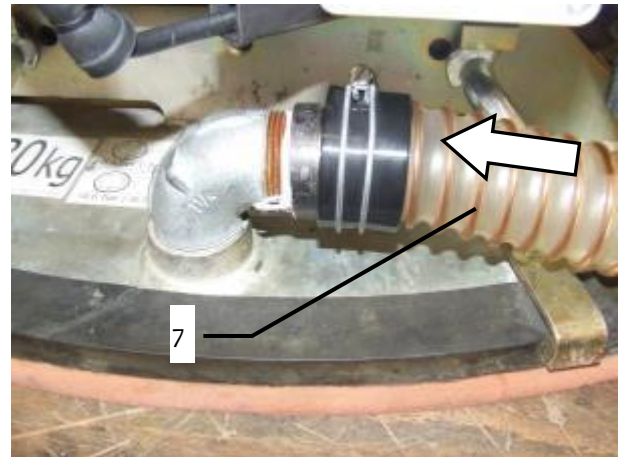

Fig. 9
Conectar a mangueira de vácuo (7) diretamente na placa de sucção (→ Fig. 9).